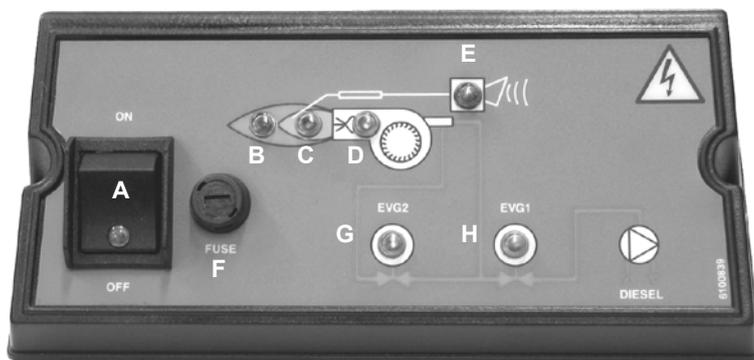

Fig. 36
- Allumez le brûleur à l'aide de l'interrupteur A situé sur le Fig. 30 panneau de commande (Fig. 36).